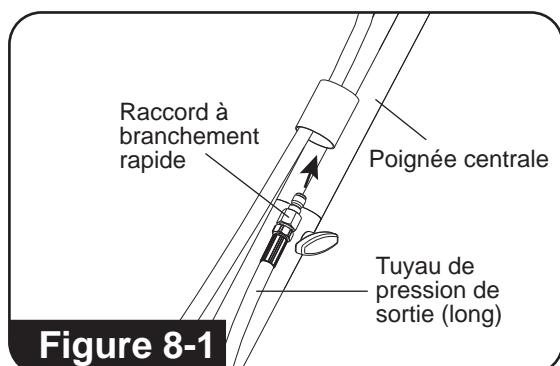

Figure 8-1
8. Prenez le tuyau de pression de sortie long et, en commençant par l'extrémité du raccord à branchement rapide, faites-le glisser dans le bas du tube de guidage à l'avant de la poignée centrale. Fixez-le à l'autre poignée ainsi qu'à la prise d'entrée de la barre de pulvérisation (**consultez les figures 8-1 et 8-2**).